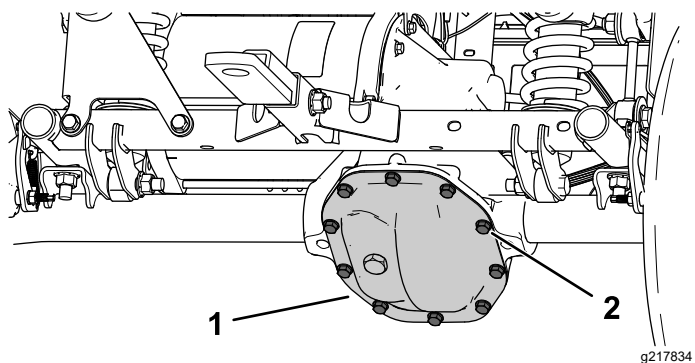

Bild 53
1. Stellen Sie eine Auffangwanne unter die Getriebeabdeckung (Bild 53).
- Entfernen Sie die Schrauben von der Getriebeabdeckung und lassen Sie die Flüssigkeit ganz ab (Bild 53).